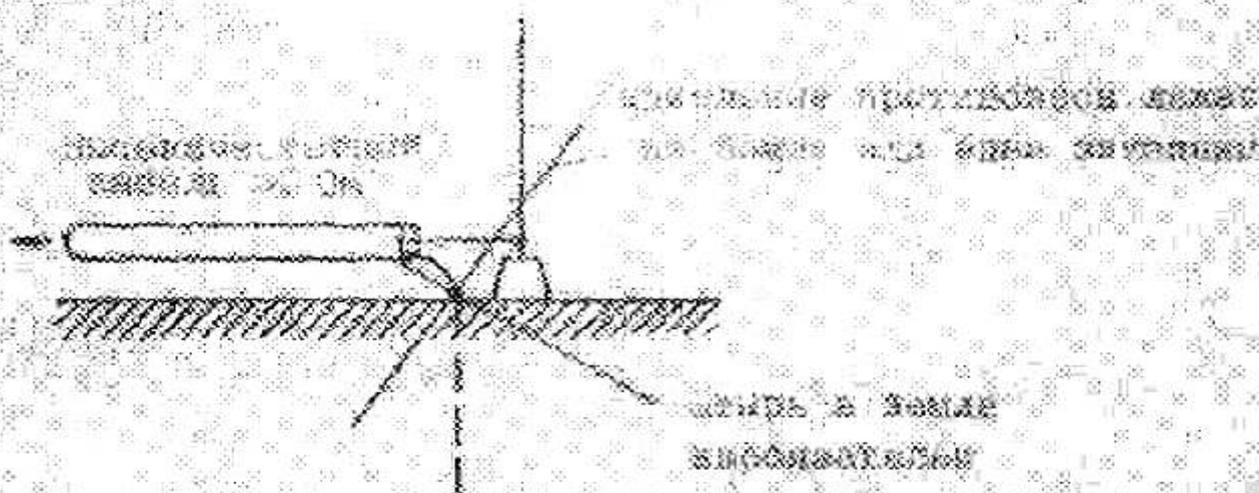

Рис. 9
2. Антенна (рис. 9), как и в первом случае, устанавлива-